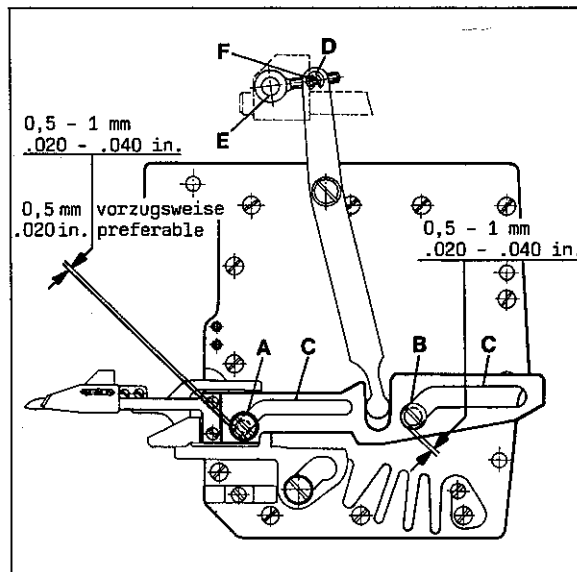

Fig.48
2.1 When the thread trimmer drive is in its home position, the distance between the guide sleeve under screw (A, Fig. 48) as well as between guide washer under screw (B) and the left ends of slots (C) should be 0.5 to 1 mm (.020 to .040 in.) (preferable 0.5 mm (.020 in.)).
2.1 In Ruhestellung des Fadenabschneider-Antriebs soll der Abstand zwischen der Führungshülse unter der Schraube (A, Fig. 48) sowie zwischen der Führungsscheibe unter der Schraube (B) und den linken Enden der Schlitze (C) etwa 0,5 bis 1 mm betragen (vorzugsweise 0,5 mm).